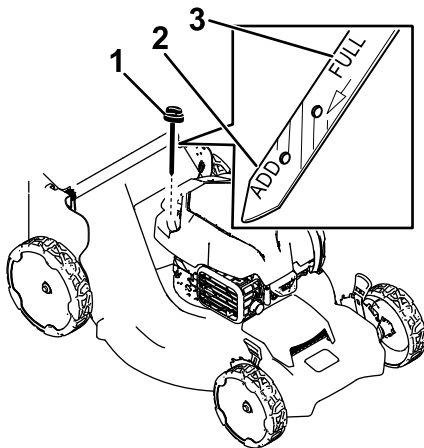

Figura 23
3. Retire la varilla girando el tapón en el sentido contrario a las agujas del reloj y tirando del mismo (Figura 23).
4. Ponga la máquina de lado (de modo que el filtro de aire quede hacia arriba) para drenar el aceite usado a través del tubo de llenado de aceite (Figura 23).